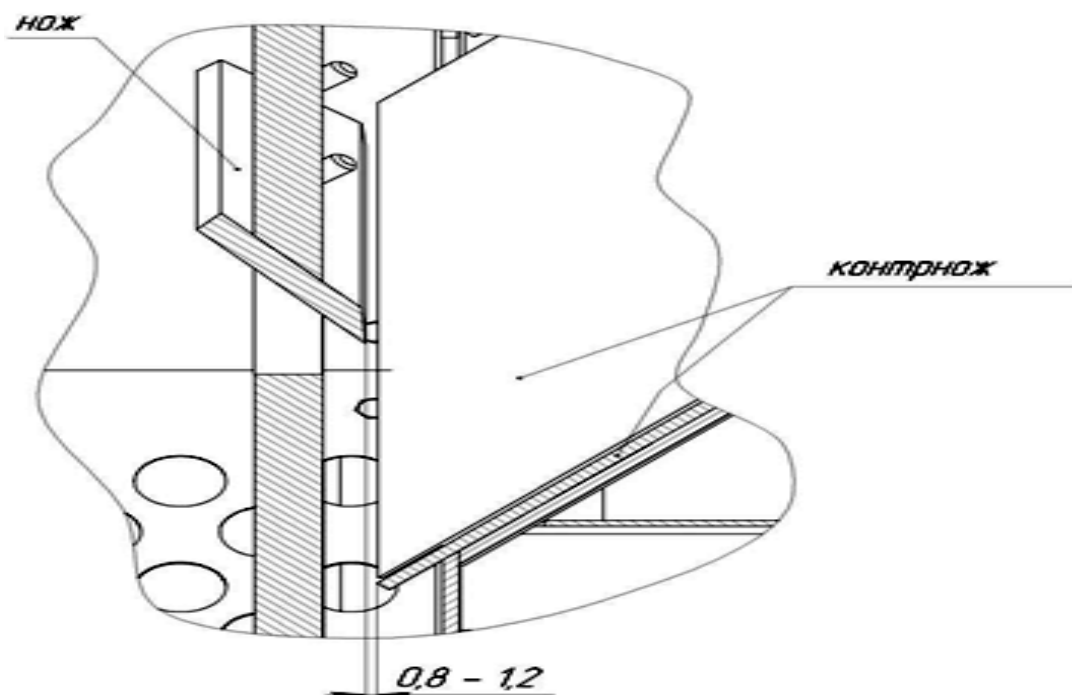

Рисунок 3 – Схема регулировки зазора между ножами и контрножом
- зазор между ножами и контрножом. Зазор между ножами и контрножом должен быть в пределах 0,8...1,2 мм (рис. 3), ножи не должны касаться стенок кожуха;
6.12.8 Перед началом работы и через каждые 3-4 часа необходимо производить остановку щепореза и проверять надежность крепления ножей и зазор между рубильными ножами и контрножом (рис. 3);